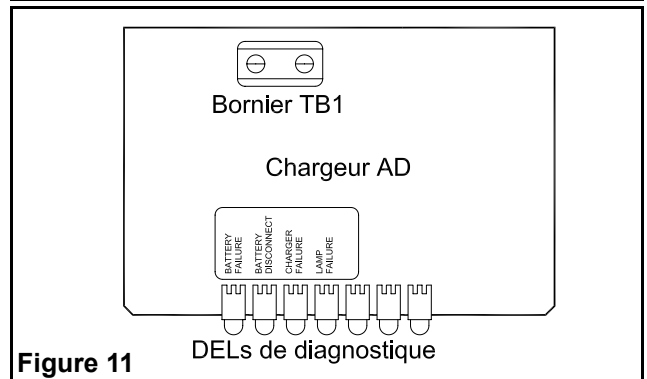

Figure 11
7. Pour les unités ayant assez de capacité pour raccorder des phares satellites, connecter les phares au terminal TB1 (voir figure 11).